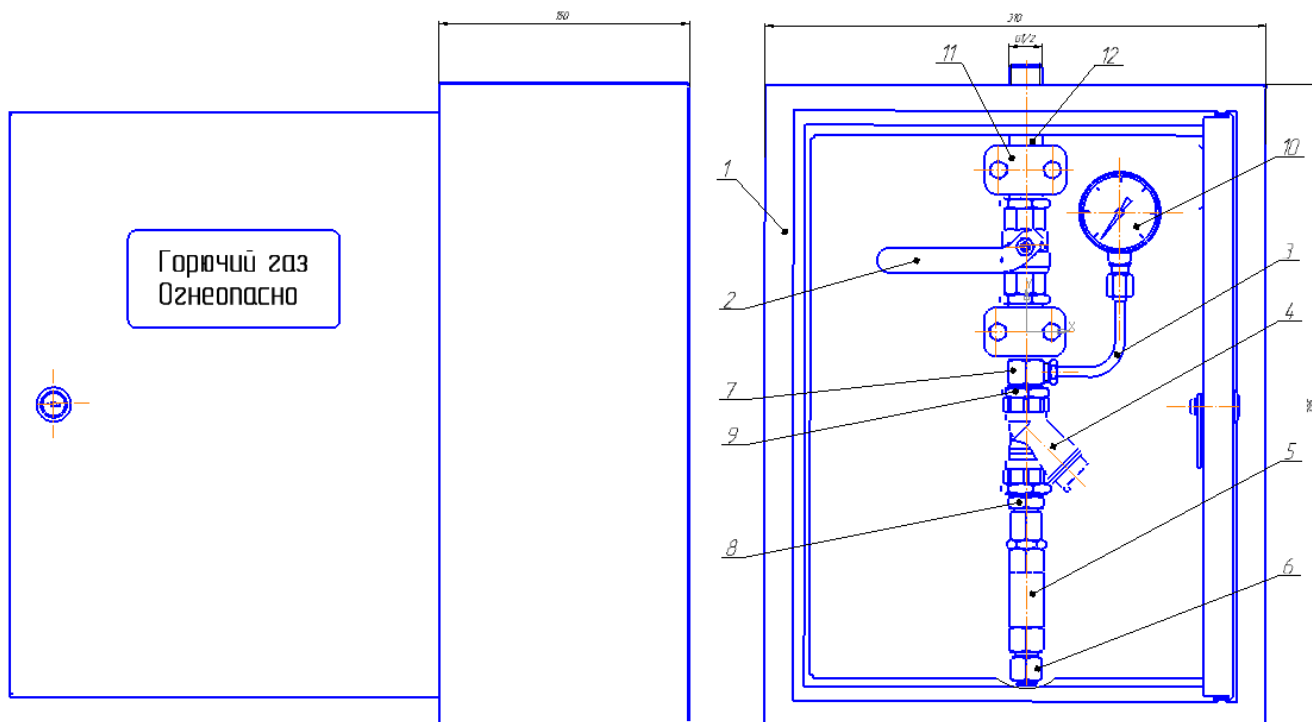

Рис. 1. Пост газоразборный ПГУ-5-з
4.1 Внешний вид поста показан на рис. 1